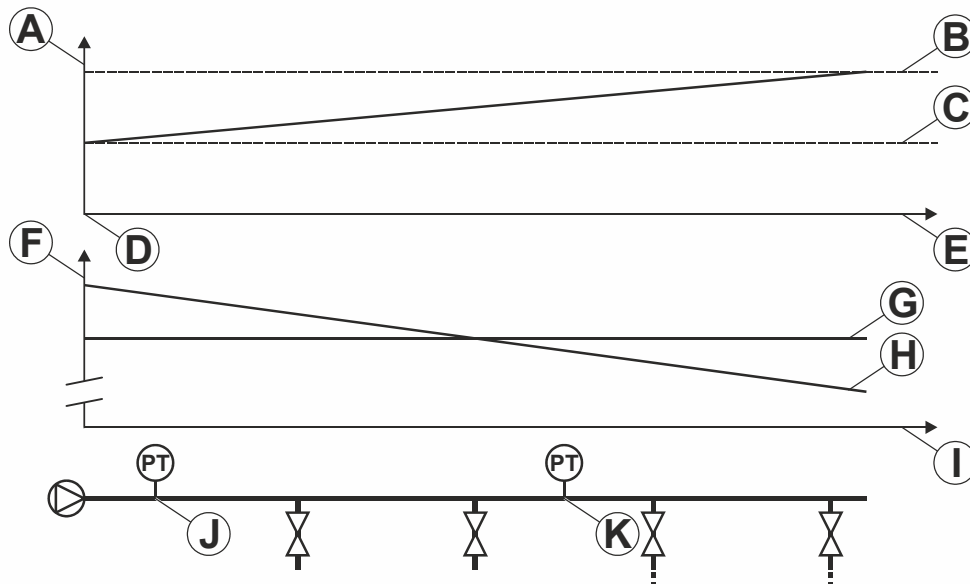

Fig. 43. Courbes de compensation de débit
Lorsqu'une longue conduite à plusieurs branchements est mise sous pression, la meilleure position du capteur de pression est au centre (voir pos. 2 Fig. 43). Il est aussi possible de le mettre après la pompe, mais cela indiquera la pression correcte juste après la pompe et la pression chute plus loin dans la conduite.